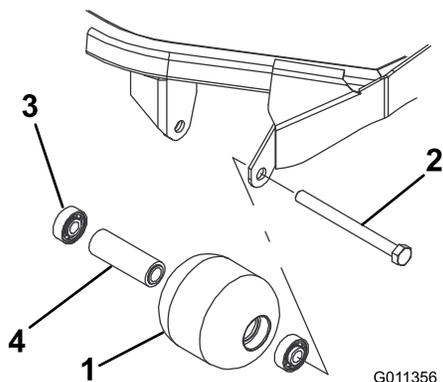

Figura 91
1. Retire o parafuso de montagem do rolo (Figura 91).
4. Verifique se a estrutura dos rolamentos, os rolamentos e o espaçador de rolamentos estão danificados (Figura 91). Substitua os componentes danificados e volte a montar.
1. Introduza o primeiro rolamento na estrutura do rolo (Figura 91). Empurre só a calha externa ou, então, exerça o mesmo tipo de pressão nas calhas interna e externa.
2. Coloque o espaçador (Figura 91)
3. Introduza o segundo rolamento na estrutura do rolo (Figura 91) exercendo o mesmo tipo de pressão nas calhas interna e externa até a calha interna entrar em contacto com o espaçador.